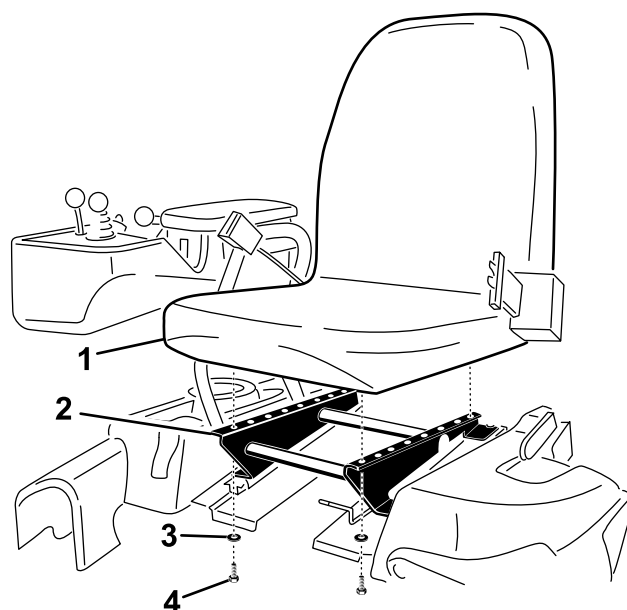

Figure 4
3. Fixez le siège sur son socle avec les 4 boulons et rondelles retirés précédemment (Figure 4).